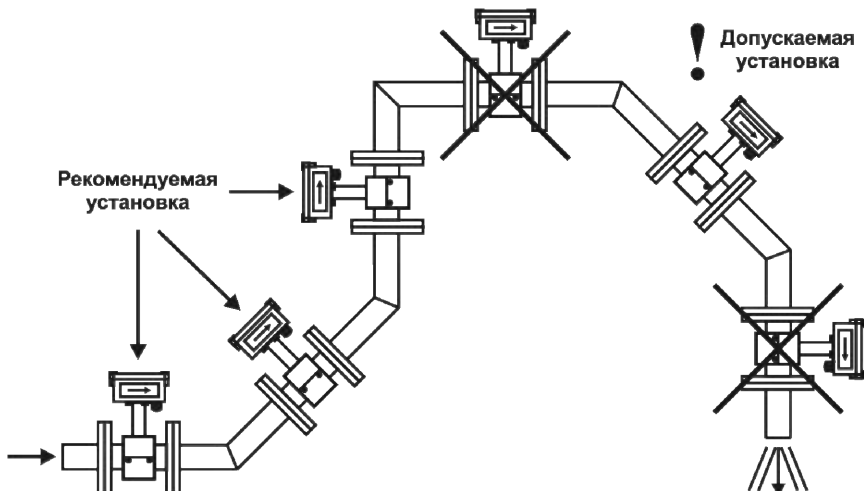

Рисунок 2.2 – Рекомендуемая установка расходомера в трубопровод
2.3.3.8. Расходомер монтируется совместно с прямыми участками на горизонтальных, вертикальных, наклонно-восходящих участках трубопровода, рисунок 2.2, при соблюдении следующих ограничений: